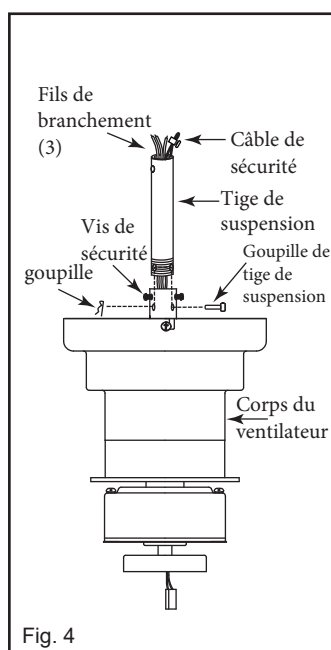

Fig. 4
Étape 4. Retirez la goupille de la tige de suspension de l'ensemble de coupleur en retirant la goupille fendue de la goupille de la tige de suspension. Desserrez les deux vis de sécurité. Faites passer soigneusement les fils électriques et le câble de sécurité du ventilateur à travers la tige de suspension. Vissez la tige de suspension dans le coupleur jusqu'à ce que les trous soient alignés. Insérez la goupille de la tige de suspension dans les trous du coupleur de montage et de la tige de suspension ; Clipsez la goupille fendue dans le petit trou à l'extrémité de la tige de suspension pour maintenir la tige de suspension en place. (Fig.4)